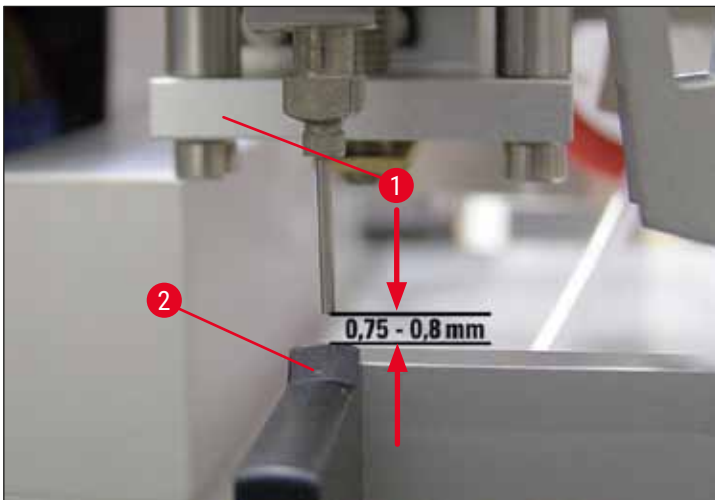

Fig. 16
8. Den sette dysehøyden kan inspiseres igjen med en visuell inspeksjon fra forsiden (→ Fig. 16).